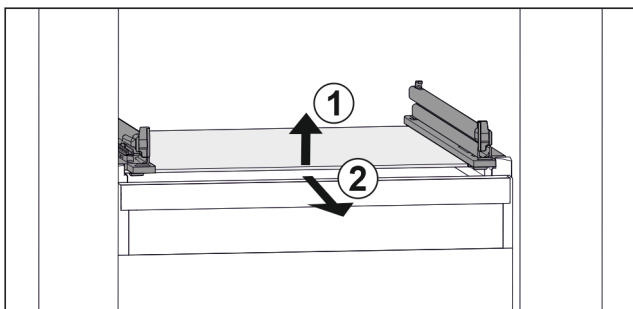

Fig. 123 Приблизне відображення скляної пластини
- ▶ Підняти скляну пластину спереду. Fig. 123 (1)
- ▶ Вийняти скляну пластину рухом вперед. Fig. 123 (2)